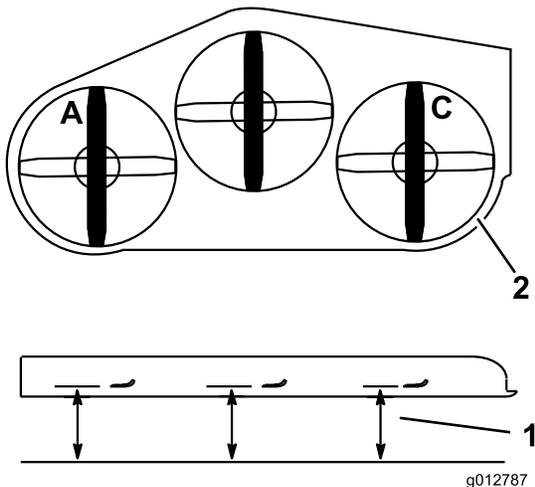

図 84
1. 左側のブレードを前後方向に向ける (図 84)。
2. A位置で、平らな床面からブレードの刃先までの高さを測り、測定値を記録する (図 84)。
3. 右側のブレードを前後方向に向ける (図 84)。
4. C位置で、平らな床面から右側ブレードの刃先までの高さを測り、測定値を記録する (図 84)。
2. 左側のブレードを前後方向に向ける (図 84)。
3. A位置で、平らな床面から左側ブレードの刃先までの高さを測り、測定値を記録する (図 84)。
4. 右側のブレードを前後方向に向ける (図 84)。
5. C位置で、平らな床面から右側ブレードの刃先までの高さを測り、測定値を記録する (図 84)。